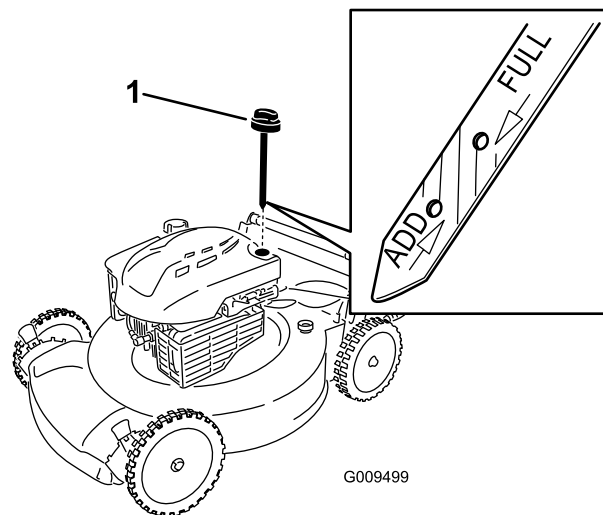

Figure 23
2. Retirez la jauge (Figure 23).
4. Versez de l'huile **lentement** dans le goulot de remplissage pour faire monter le niveau jusqu'au repère du plein (**Full**) sur la jauge (Figure 23). **Ne remplissez pas excessivement.**